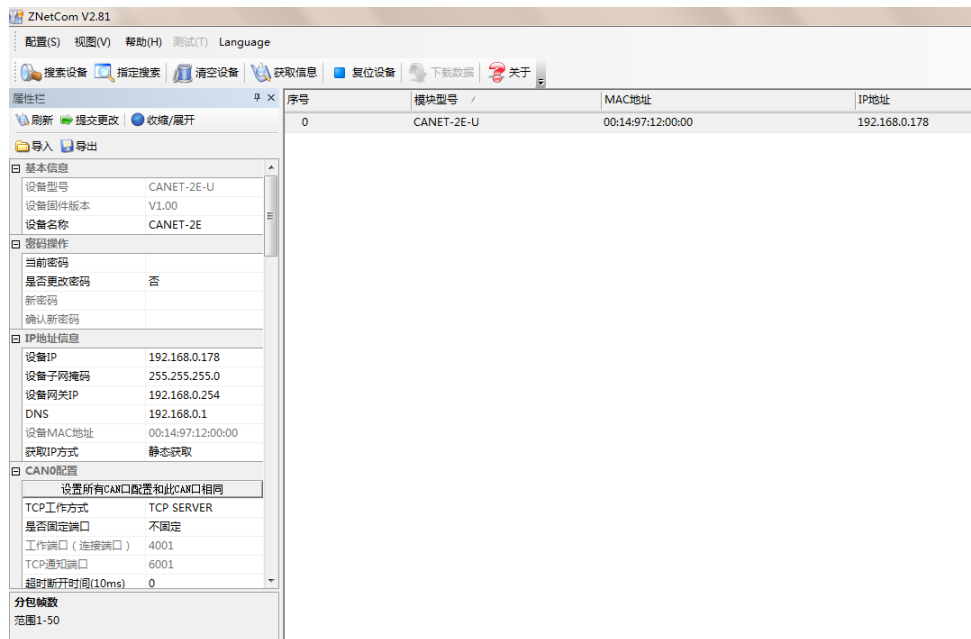

图 3.1 ZNetCom 软件运行界面
3. 双击  运行 ZNetCom 软件（如果是 WIN7 以上系统，需要右击，以管理员身份运行），出现如图 3.1 所示界面。